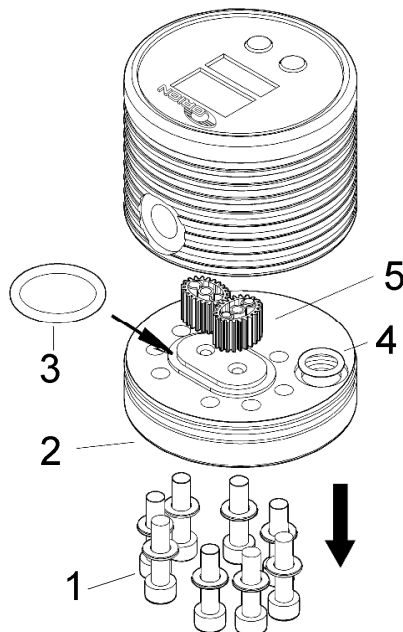

Fig.3
Replace the oval gears (5) ensuring that they are meshed correctly, then replace the O-rings (3,4) and the cover (2) as shown in Fig. 3.
Sätt tillbaka de ovala kugghjulen (5). Se till att de hamnar i rätt läge. Sätt sedan tillbaka O-ringarna (3,4) samt locket (2) som i Fig. 3.
Consist of O-rings (3,4 Fig.3) and 2x gears (5, Fig.3).
Består av O-ringar (3,4 Fig. 3) samt 2 st kugghjul (5, Fig.3)